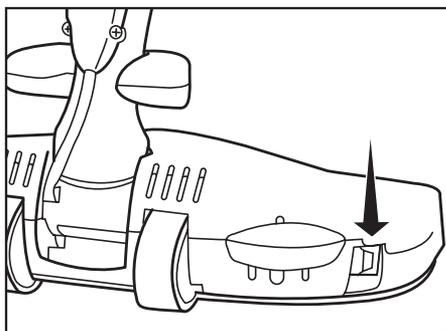

Fig. 2
- Localisez l'interrupteur du disjoncteur à l'arrière de la buse électrique et appuyez sur l'interrupteur pour réinitialiser le disjoncteur (Fig. 2). Lorsque l'appareil est remis en marche, le voyant devrait être vert.